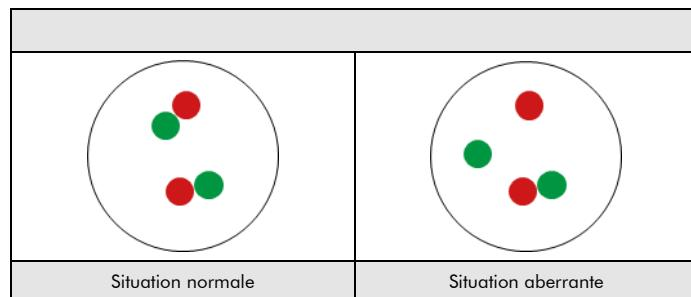

Fig. 2: Résultats attendus dans les noyaux en interfase normaux et présentant une aberration
**Situation normale :** Dans les interphases de cellules normales ou de cellules sans translocation impliquant la région du gène IGH, deux signaux de fusion rouge/vert apparaissent (Voir figure 2).
**Situation aberrante :** Une région du gène IGH affectée par une translocation est indiquée par un signal vert distinct en forme de point et un signal rouge distinct en forme de point (Voir figure 2).